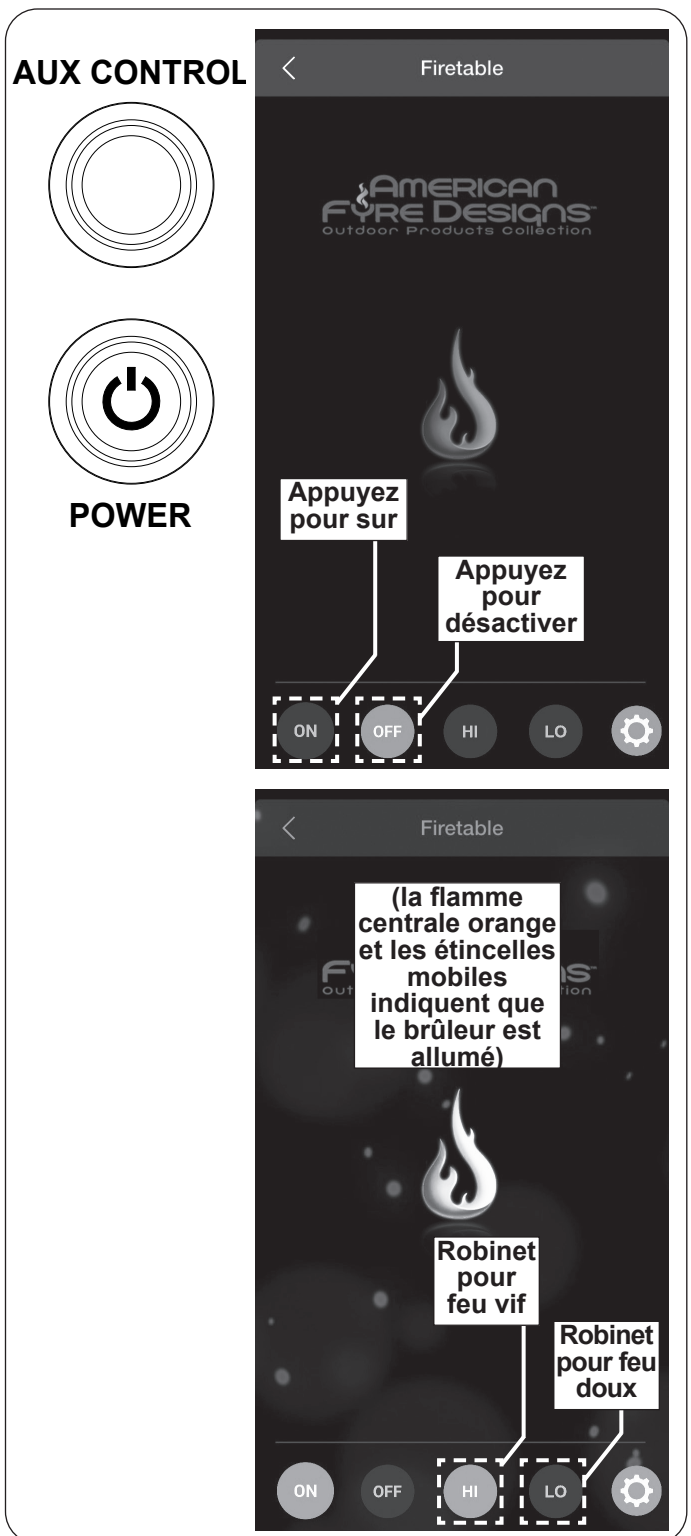

Fig. 42-1 Opération à distance:
1. Localisez le panneau de commande sur le côté de l'appareil (reportez-vous à la LISTE DES PIÈCES D'IDENTIFICATION si nécessaire), et identifiez les boutons **AUX CONTROL** et **POWER** (voir Fig. 42-1).
3. Depuis l'application, accédez à l'écran Appareils et sélectionnez votre appareil. L'écran à distance apparaîtra. Voir Fig. 42-1.
4. Appuyez sur l'icône **ON** située en bas à gauche de l'écran de votre télécommande (voir Fig. 42-1).
La hauteur de la flamme peut être ajustée via l'application à distance. Appuyez sur le bouton **H (élevé)** pour augmenter la hauteur de la flamme. Appuyez sur le bouton **L (bas)** pour diminuer la hauteur de la flamme. Voir Fig. 42-1. (Réglage LO disponible après 60 secondes.)
Pour éteindre le graveur (le système restera allumé), appuyez sur l'icône **OFF** située en bas à gauche de l'écran de votre télécommande. L'écran n'affichera plus la flamme centrale orange et les étincelles en mouvement. Voir Fig. 42-1. Le voyant du bouton **AUX CONTROL** s'éteindra également.
Pour éteindre le brûleur et le système (arrêt total), ou si l'application à distance n'est pas disponible, appuyez sur le bouton **POWER** du panneau de commande. Voir Fig. 42-1. Les voyants des boutons **POWER** et **AUX CONTROL** s'éteignent. (Éteignez complètement lorsque vous couvrez ou lorsque vous ne l'utilisez pas.)